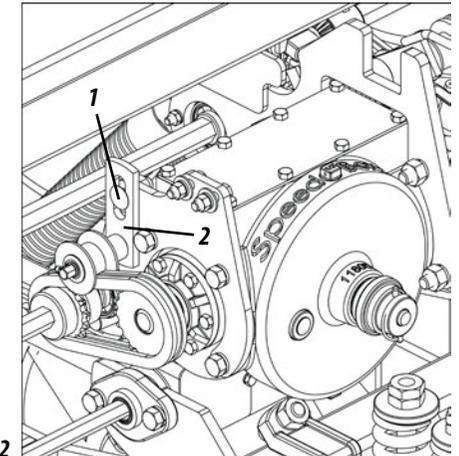

Figura 52
**TENSÃO DAS CORRENTES ( FIGURA 52 )**
- 1- Solte o parafuso (1), deslize o esticador (2) até a tensão necessária. Em seguida, reaperte a porca, **conforme mostra a figura 52.**